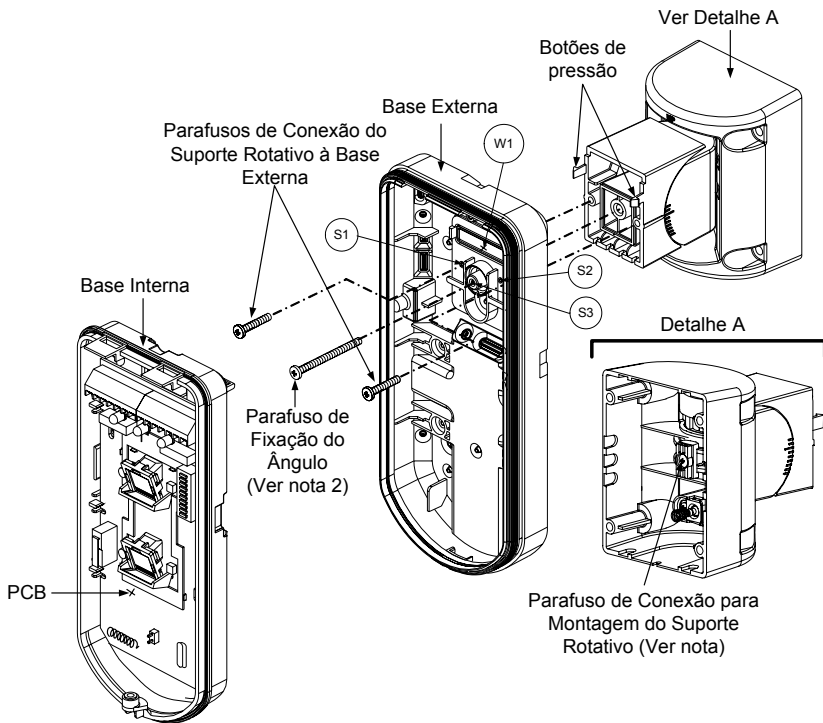

Figura 7
- Conecte a base externa no suporte usando as presilhas (Figura 7).
- Fixe a parte externa da base do suporte com dois parafusos prendendo-se através dos furos pré-marcados S1 e S2 (Figura 7).